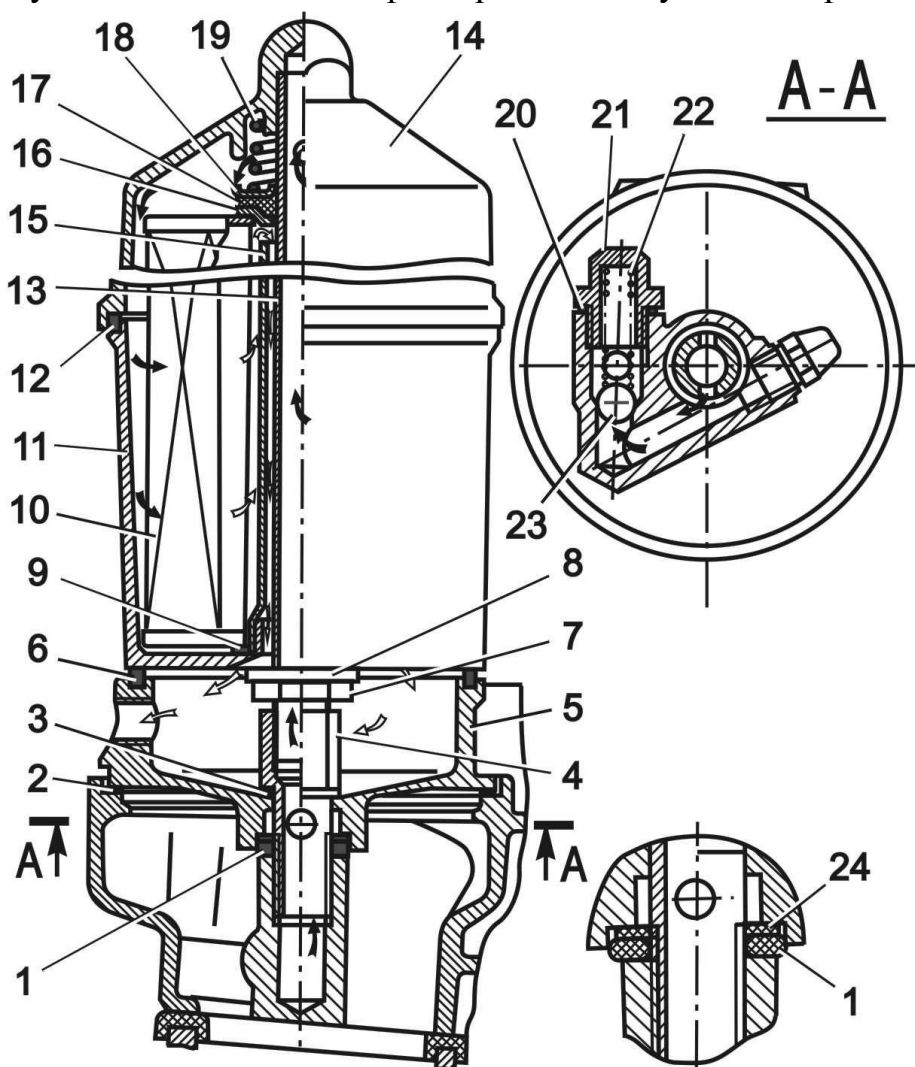

Рис.16. Масляный фильтр:
Масляный фильтр (рис.16) - полнопоточный, со сменным бумажным фильтрующим элементом 3307-1017.140 (ООО «Костромское предприятие «Автофильтр»), смонтирован на проставке, расположенной на передней части впускной трубы.
4. Разъединить корпус, для чего отвернуть гайку 7 (рис.16) и заменить фильтрующий элемент. Перед заменой элемента секции корпуса промыть.